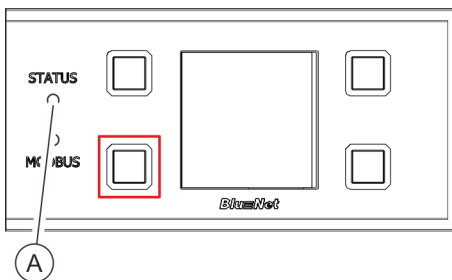

Abb. 82: Display mit Bedientasten
**2.** Taste neben der Modbus-LED für zwei Sekunden drücken und wieder loslassen (Abb. 82/rote Markierung).
**3.** Warten, bis die Status-LED weiß leuchtet (Abb. 82/Ⓐ).